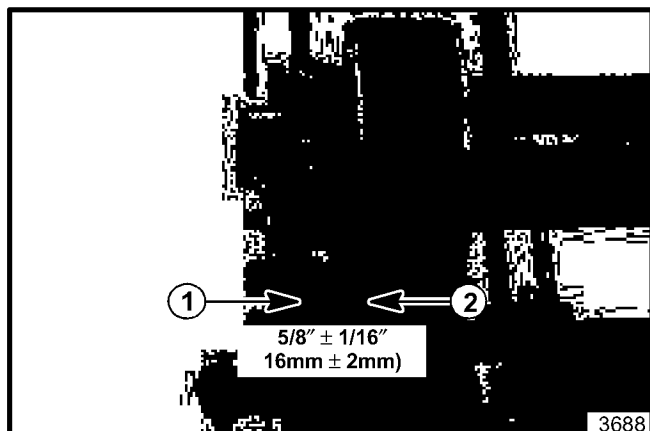

Figure 30. Alignement de la poulie de courroie du porte-lames
13. Vérifier l'alignement de la poulie de courroie du porte-lames (voir la figure 30). S'il faut faire un réglage, desserrer la vis de maintien dans la poulie et déplacer celle-ci vers l'intérieur ou vers l'extérieur sur l'arbre.